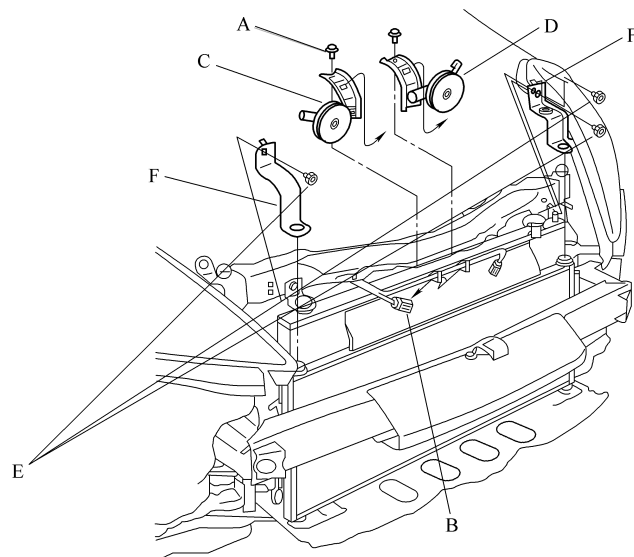

图 3-21 拆下冷凝器托架
5) 拆下螺栓 A，断开插接器 B 并拆下喇叭 C。如果配有高音喇叭 D，则将其拆下，如图 3-21 所示。